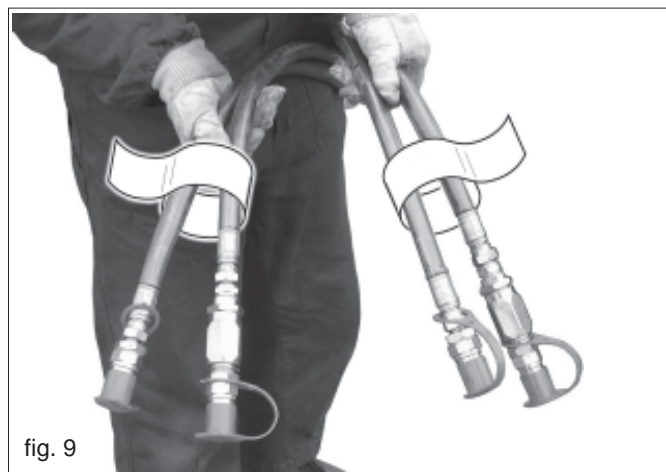

fig. 9
- 4) Die öldynamischen Schläuche unter Befolgen der an jedem Schlauch angebrachten Anleitungen korrekt an den Verteilern des Schleppers anschließen (Abb. 9).